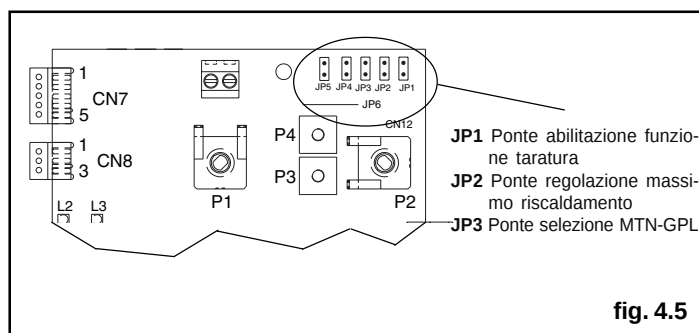

fig. 4.5
La funzione "regolazione elettrica" viene attivata e disattivata esclusivamente dal jumper (JP1) (fig. 4.5).
- inserire il jumper JP1 (fig. 4.5) per abilitare le manopole poste sul pannello di comando alle funzioni di regolazioni del minimo e del massimo riscaldamento
- inserire il jumper JP2 (fig. 4.5)
- sulla scheda di controllo (fig. 4.5):